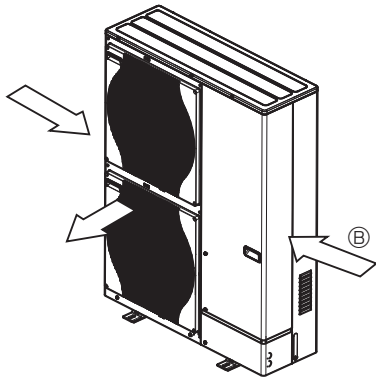

Fig. 2-5
- ③ Če je možno, postavite enoto tako, da bo zrak iz izstopne odprtine pihal pravokotno na smer sezonskega vetra. (Fig. 2-5)